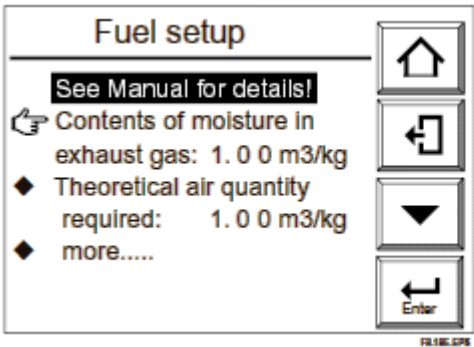
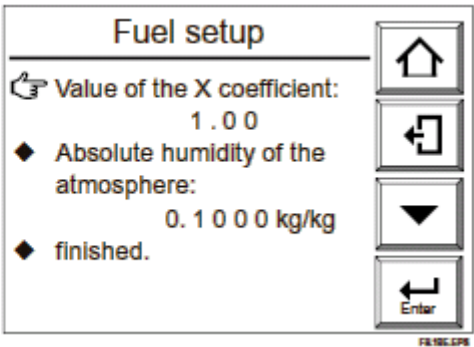

图 8.18 燃料设置
图 8.19 燃料设置
- (1) 在基本面板显示上按“设置”键显示执行/设置显示。
- (2) 在执行/设置显示上选择“设置”。接头出现“命令”（设置）显示。
- (3) 在该显示中选择“其它设置”，然后出现燃料设置显示，如图 8.18 所示。
- (4) 依次选择理论空气量及排放气中的湿气量。随后出现数字输入显示。用数字键输入数字。
- (5) 在燃料设置显示中选择“更多”。随后出现燃料设置显示，如图 8.19 所示。
- (6) 在“X 的有效值”中设置数字数据，然后到“空气绝对湿度”。